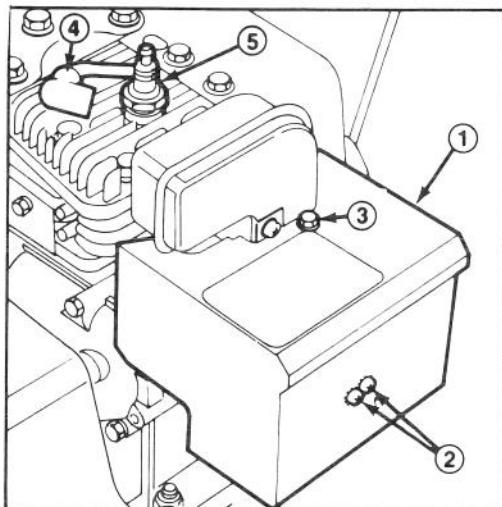

Abbildung 15
Anmerkung: (Nur Modell 521) Wird der Motor bei über +4° C betrieben, muß der Vergaservorwärmkasten abgenommen werden (Abb. 15); bei Temperaturen unter +4° C bleibt er am Gerät. Abnehmen des Vorwärmkastens:
- A. Die Kreuzschlitzschraube und Sechskantschraube, mit denen der Vorwärmkasten befestigt ist, entfernen. Den Chokeknopf von der Chokestange abziehen (Abb. 15).
1. Das Hochspannungskabel auf die Zündkerze stecken (Abb. 15).
Um unbeabsichtigtes Starten des Motors bei Wartungsarbeiten zu verhindern, den Zündschlüssel auf AUS drehen und abziehen. Dann das Hochspannungskabel von der Zündkerze lösen (Abb. 15) und so sichern, daß es mit der Kerze nicht in Berührung kommen kann.